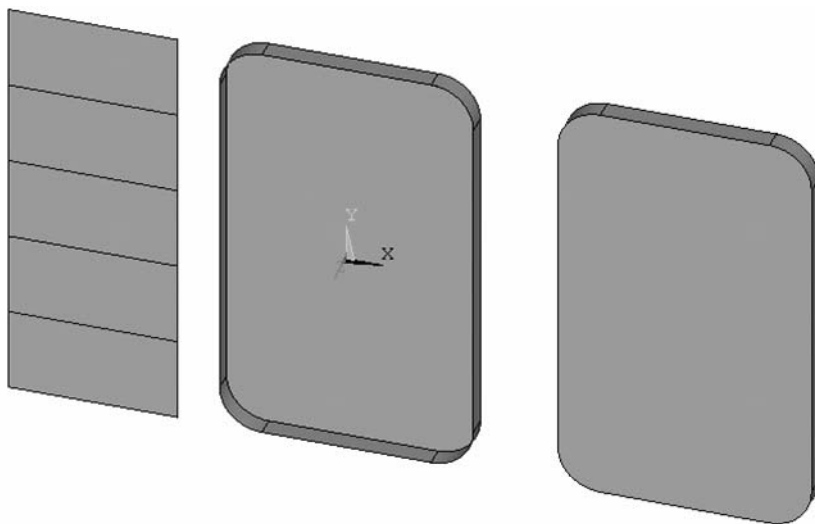

图 9-18 手机上壳、下壳与内板
(9) 生成手机内板, 注意内板由几块板拼成 (见图 9-18)。